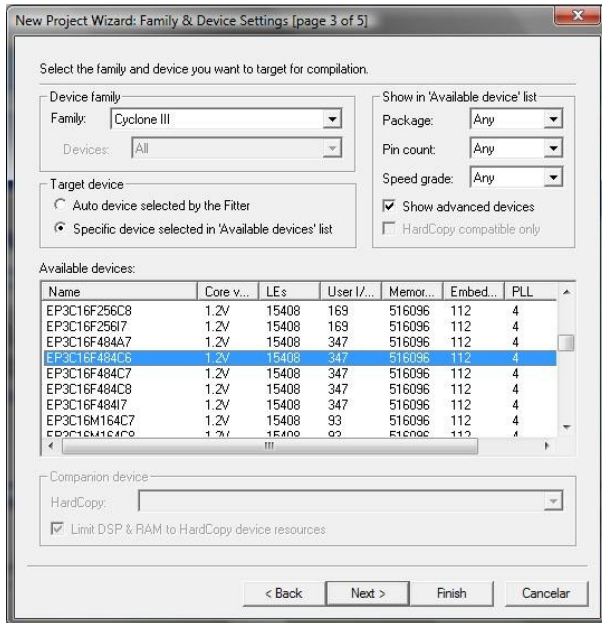

Figura 3
- Página 5, Figura 3: la ruta correcta en *Include this location in the search* es C:\altera\90\quartus\drivers\usb-blaster.
3. Seleccionamos el chip que vamos a utilizar. En la sección *Device family* elegimos *Cyclone III*, y luego en la lista de *Available devices* elegimos el chip de la placa *EP3C16F484C6*. Ver Figura 3.